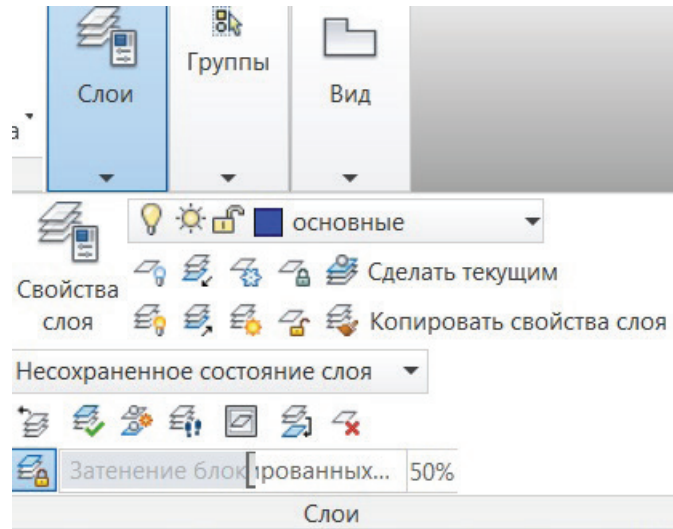

Рис. 3.2.3. Лента вкладка **Главная**, панель инструментов **Слои**
4. Создадим четыре слоя (рис. 3.2.3).